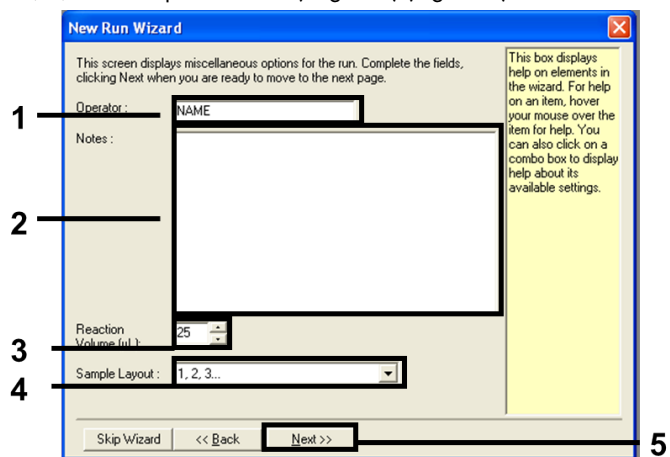

Figura 2. Introdução do nome do operador e dos volumes de reação.
4. Introduza o nome do operador. Adicione as notas que desejar e introduza 25 como o volume de reação. Garanta que os valores no campo Sample Layout (Disposição das amostras) é 1, 2, 3.... Clique em Next (Seguinte) (Figura 2).